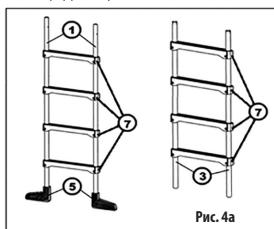
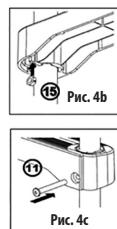
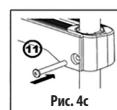

Рис. 4a
Рис. 4b
Рис. 4c
Все пластиковые ступени лестницы (7) наденьте на обе пары ножек; следите за тем, чтобы была сохранена одинаковая ориентация всех ступеней лестницы. В случае съемной ножки (3) ориентируйте их заглушками трубок вверх. Ступени лестницы на ножках поднимите так, чтобы отверстия для болтов совпадали с отверстиями в ножках (Рис. 4a). В паз внизу лестницы вставьте гайку (15) (Рис. 4b) и ступеньку привинтите болтами (11) (Рис. 4c).